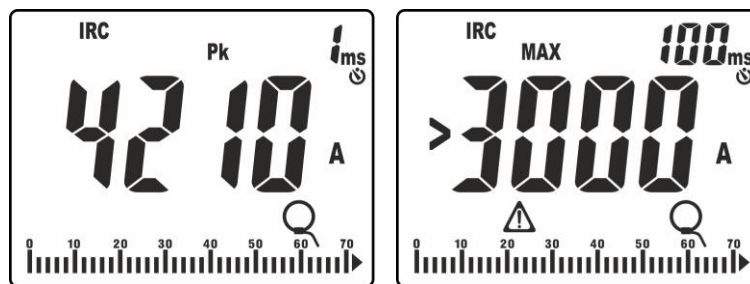

Fig. 44: Esempi di visualizzazioni della corrente di spunto
- Valore di picco “Pk” calcolato in un **1ms** (vedere Fig. 44 – parte sinistra)
11. Se la corrente misurata è maggiore del FS della pinza impostato, il messaggio come quello riportato nella Fig. 44 – parte destra (relativo a FS = 3000A) è mostrato a display